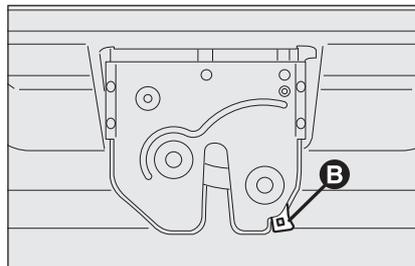

рис. 96
- установите отвертку в соответствующее отверстие, расположенное на самом замке, чтобы разблокировать механизм открытия **В-рис. 96**.